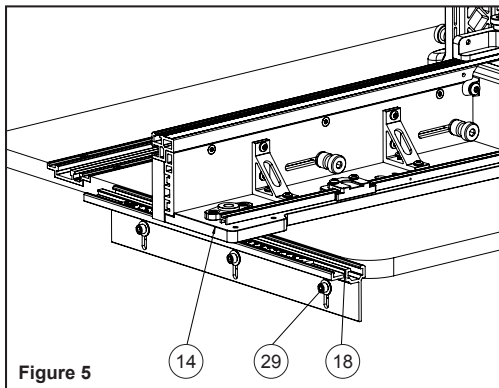

Figure 5
- Desserrez les (3) vis à tête creuse de $\frac{1}{4}$ "-20 x $\frac{5}{8}$ " (pièce #29). Soulevez le rail de clôture de sorte qu'il affleure le bas de la clôture. **Voir figure 5.**